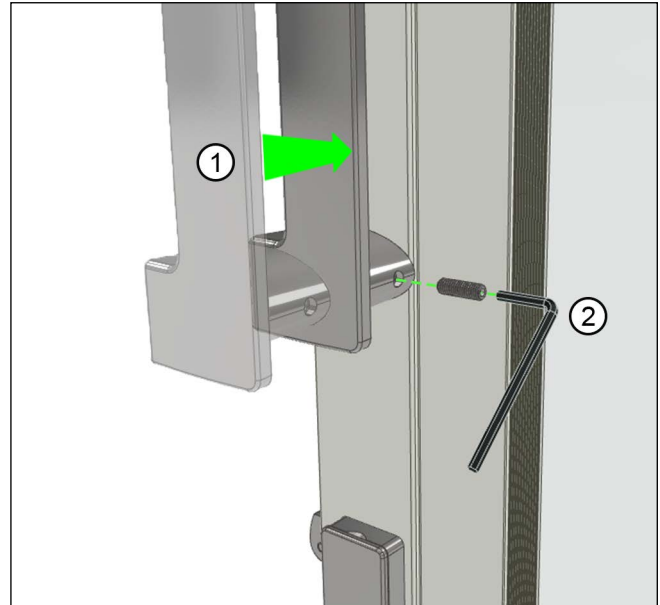

Figure 5
5. Place the interior handle over the fastened hex head screws. Tighten each of the grub set screws until the handle is firmly in place. See Figure 5. **Coloque la manilla interior sobre el tornillo con cabeza hexagonal. Apriete el tornillo de fijado hasta que la manilla quede firme en su lugar. Vea figura 5**